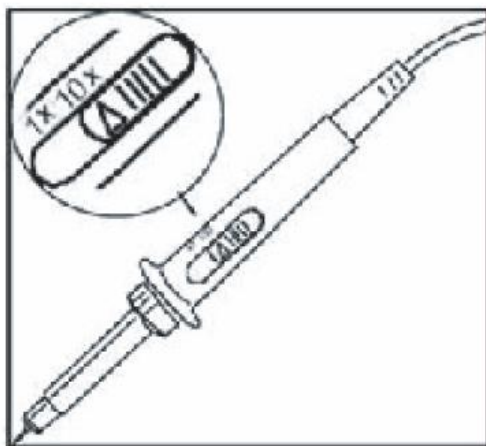

图1-4探头衰减倍率开关设定
- ① 将数字存储示波器探头连接到CH1输入端，并将探头上的衰减倍率开关设定为10×（图1-4）。